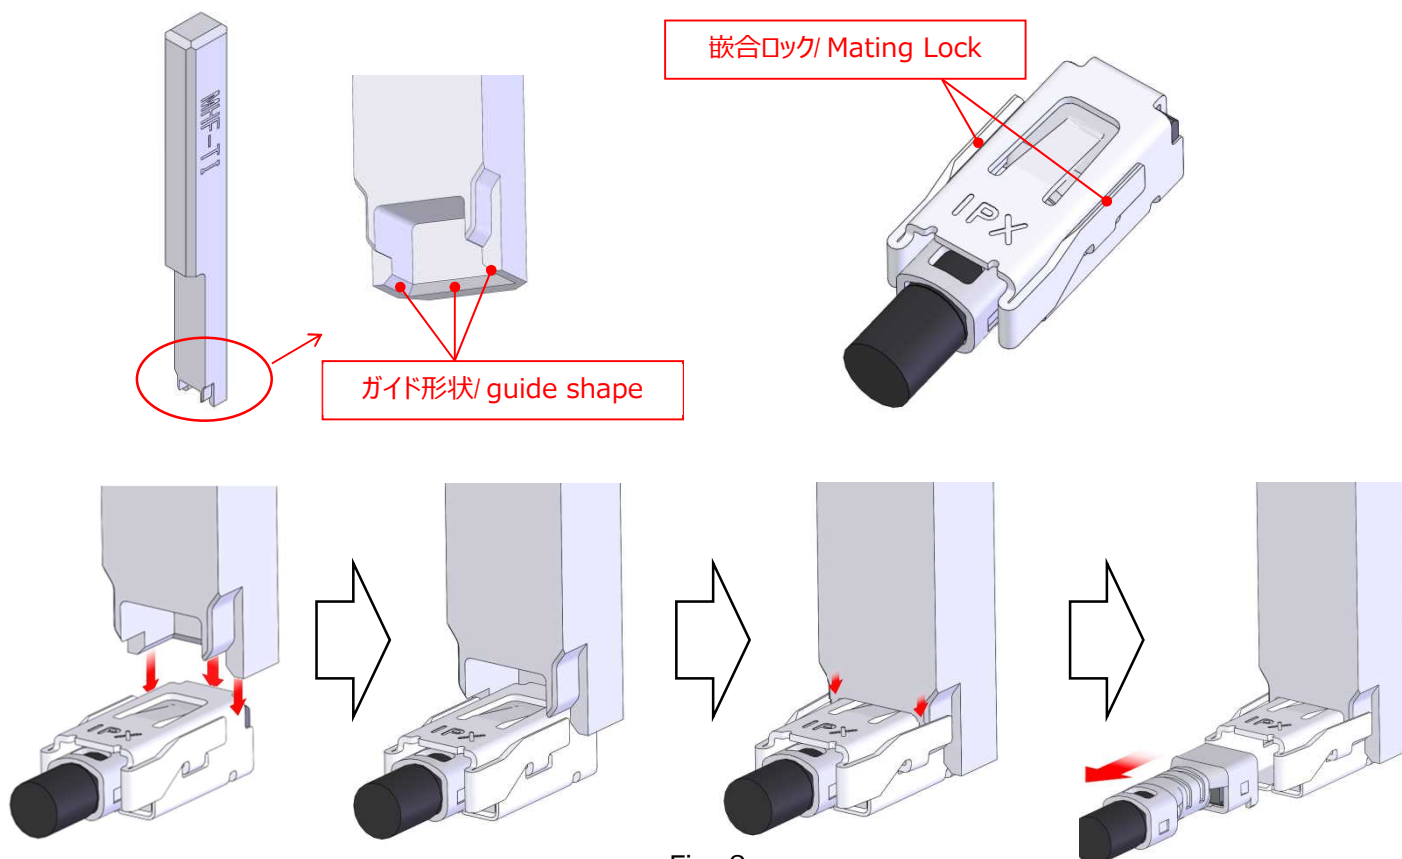

Fig. 8
- Fig. 8 のようにガイド形状に合わせ抜去 JIG をリセプタクルにセットし、抜去 JIG を垂直に押し込み嵌合ロックを解除します。抜去 JIG でロックを解除した状態を維持して、プラグ側を水平に引っ張り、抜去を行います。この時、リセプタクルを固定した状態で行った方が抜去がスムーズに行えます。
First, set the unmating JIG to the receptacle along the guide shape as shown in Fig. 8.